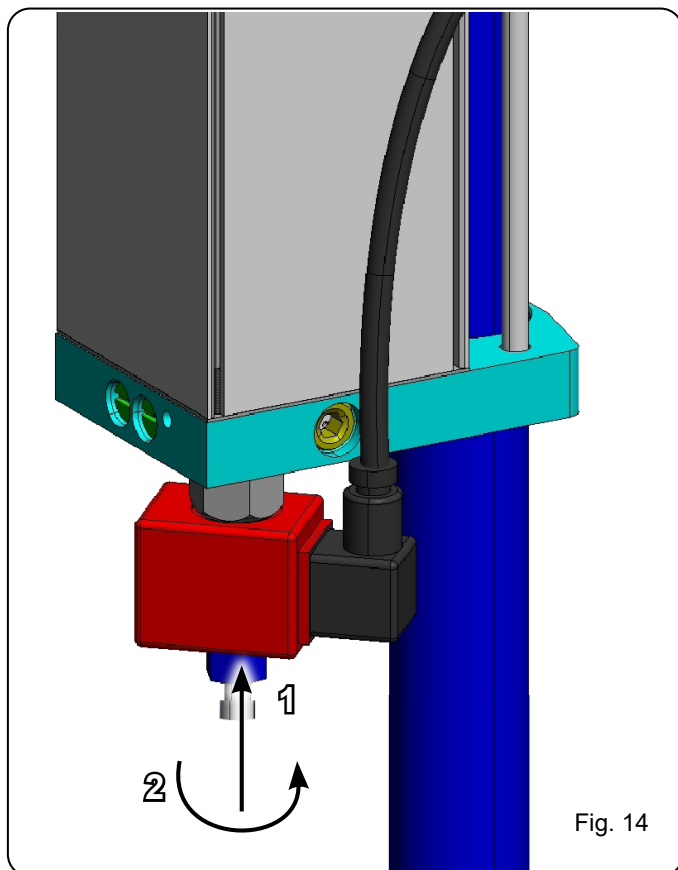

Fig. 14
2. Trycka helt ned stiftet som är synligt på magnetventilen (fig. 14 ref. 1).
3. Vrid stiftet ända till ändläget enligt figuren (fig. 14 ref. 2).